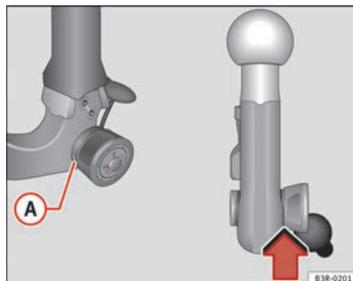

Fig. 162. Dispositivo desmontable para remolque: Comprobación de seguridad
- Compruebe si la marca verde **A** ⇒ fig. 162 de la rueda moleteada se encuentra en la zona negra de la rótula.